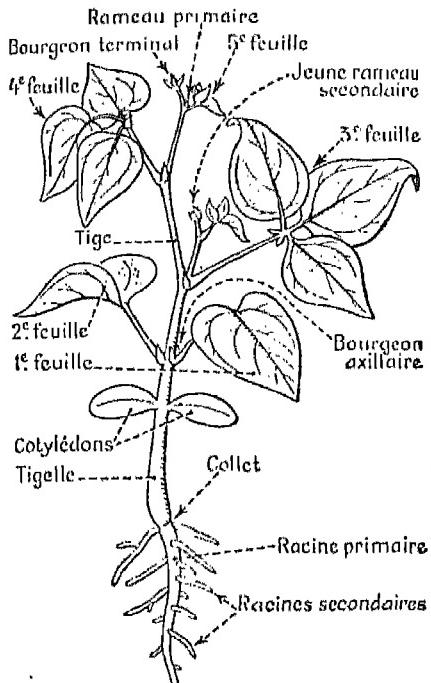

Fig. 3. — Un jeune pied de Haricot.
Ces différentes parties sont représentées sur la fig. 3.
B. Les rameaux feuillés proviennent de la gemmule. — Chaque rameau se compose d'une *tige* garnie de *feuilles* (fig. 3).